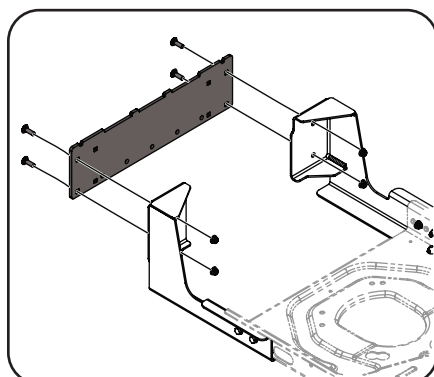

Figura 4-3
2. Instale la placa de soporte del montaje (783 06168) con cuatro tuercas (710-0276) y cuatro tornillos (712-04063) del paquete de elementos de ferretería 689-00567 como se muestra Figura 4-3.